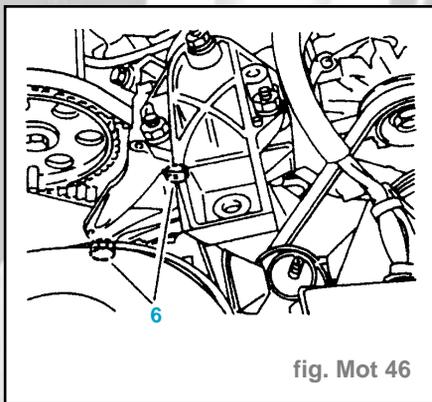

fig. Mot 46
- Déposer les vis (6) (fig. Mot. 46).
- Serrer (fig. Mot. 46) les vis (6) (daN.m) **4,5**